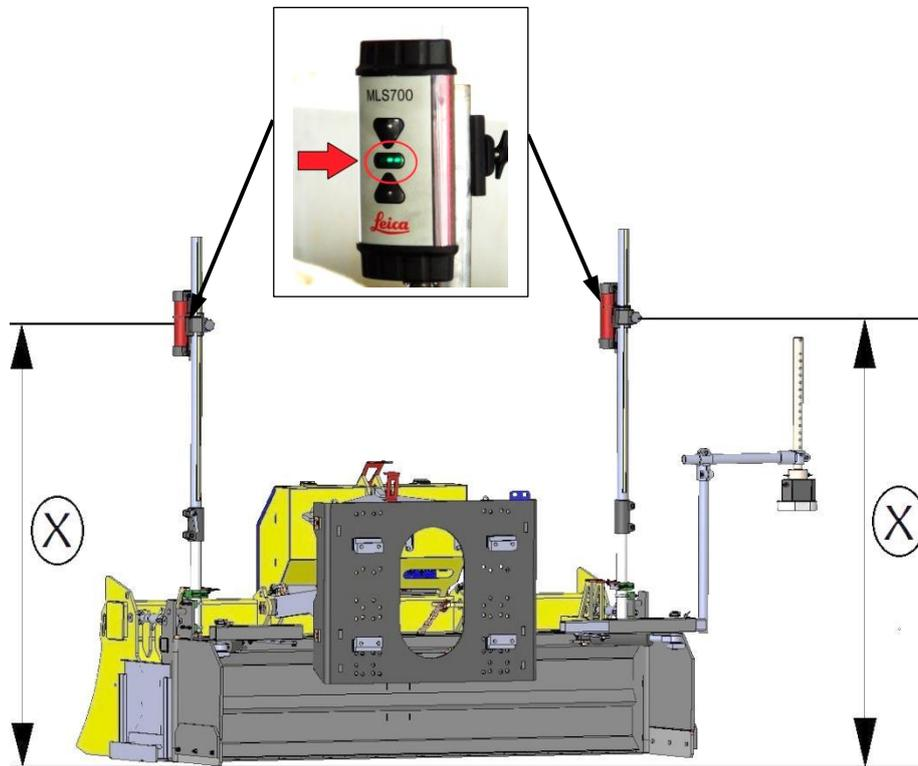

Abb. 12
- Ebenso müssen beide Laserempfänger am LEVELKING LK auf das gleiche Einstellhöhe Maß „X“ eingestellt werden (Abb. 12).
- Ist das Einstellmaß mit dem des Lasersenders identisch, signalisieren die Leuchtdioden an den Laserempfängern grünes Licht (siehe Miniaturbild in Abb.12).